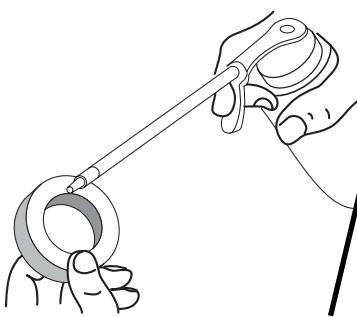

Fig. 19
4. Aplique suficiente aceite limpio SAE 30 para recubrir ligeramente el filtro (Fig. 19).